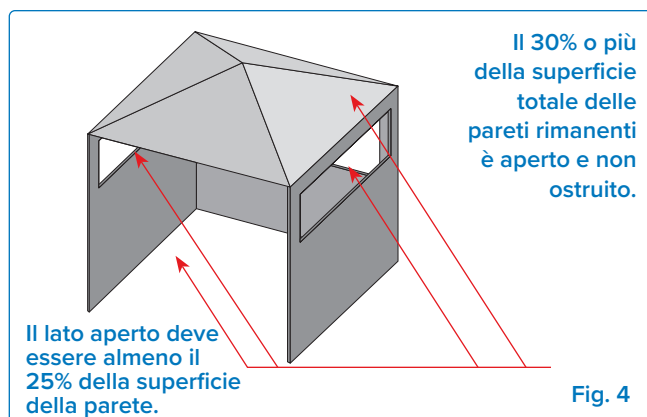

Fig. 4
- Un apparecchio è considerato all'aperto se installato in un riparo con tre pareti laterali e una copertura superiore, purché il 30% o più della periferia orizzontale del vano sia permanentemente aperto. **(Fig. 4 e Fig. 5).**